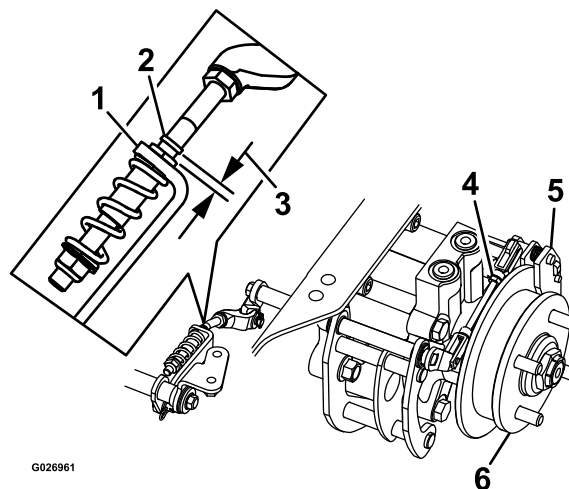

Figure 79
8. Vérifiez si un espace est visible entre le support en L et la butée de tringlerie (Figure 79).